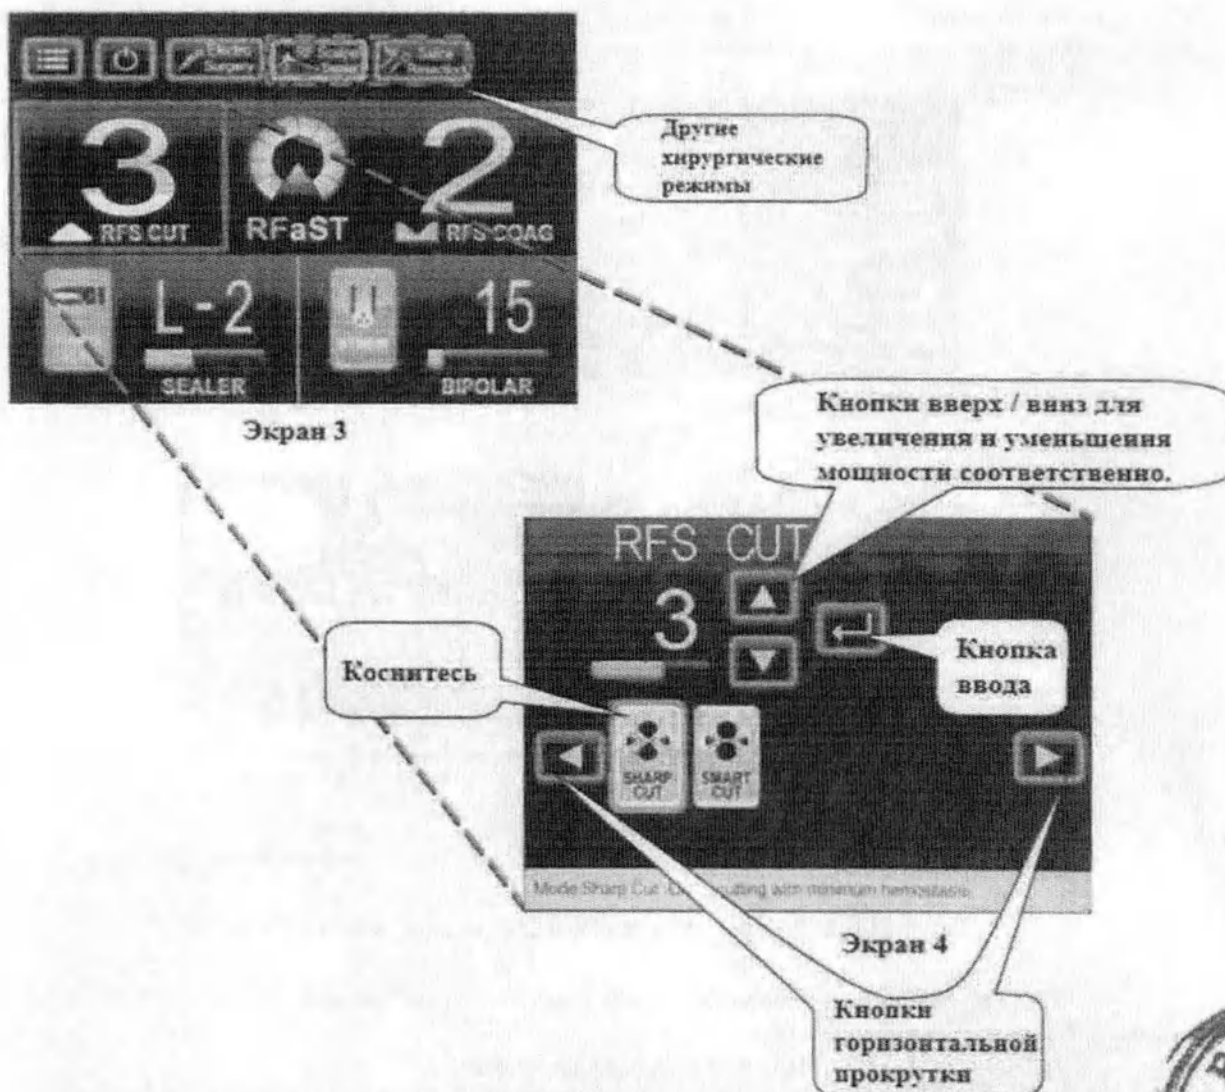

Рисунок 27 – Алгоритм выбора мощности и режима для высокочастотного скальпеля-коагулятора
- 3) Войдите в нужный режим простым прикосновением к соответствующему значку, как показано на Экране 3 и 4 (Рисунок 27). Выберите подрежимы, используя Сенсорные значки выбора на Экране 4 (Рисунок 27).